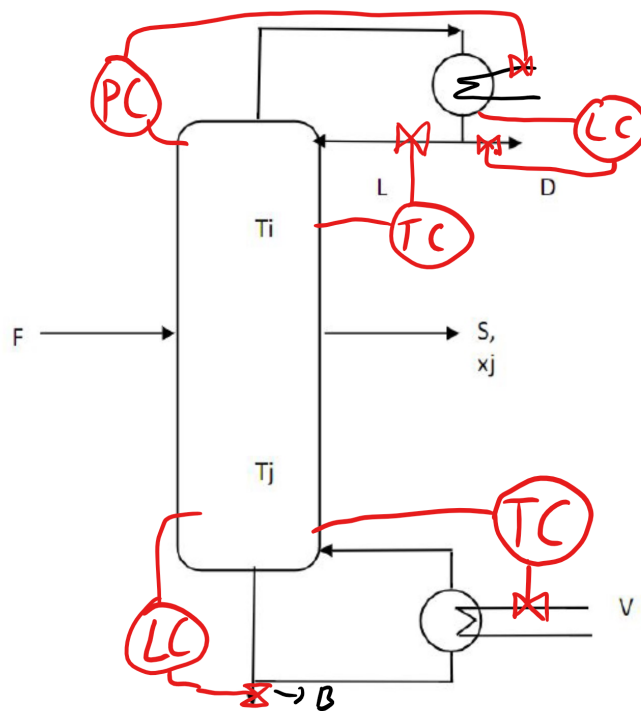

Abbildung 1.2: Abbildung eines Regelkonzeptes einer Kolonne. Schwarz: Von Herrn Repke vorgegeben, Rot: in der Prüfung selbst eingefügt.
R.: *Legt neues Bild vor (Abbildung 1.2): 'gewöhnliche' Rektifikationskolonne bei 12 bar. Er erklärte, dass sowohl die Kopfkonzentration, als auch die Sumpfkonzentration wichtig wäre.*
I.: Starke Verstärkung bzgl. Regelgröße und schnelle Reaktion. Ich würde T_i mit L , den Holdup im Kondensator mit D , T_j mit V und den Holdup im Boden mit B regeln (Siehe auch Abbildung 1.2).
R.: Bitte tragen Sie Ihr Pairing in das Fließbild ein (RI).
I.: Siehe Abbildung 1.2.